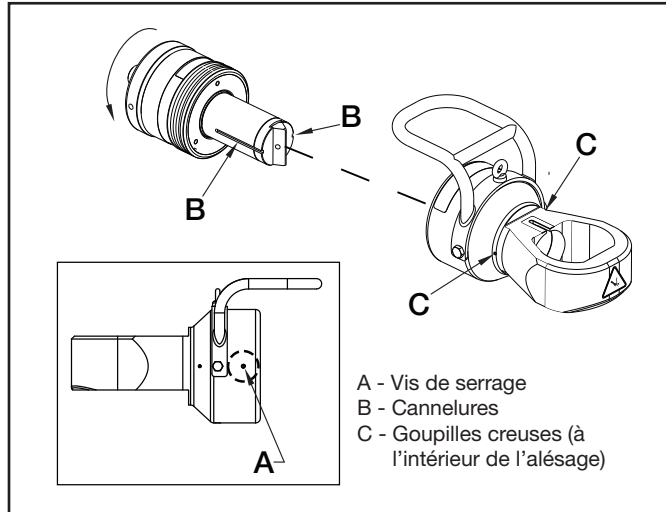

Figure 3, Montage du cylindre et de la tête de coupe
- Desserrer la vis de serrage en plastique (Figure 3, article A) située sur le baril de tête de coupe.
- Insérer le cylindre dans la tête, en alignant les entailles axiales dans le porte-lame (Figure 3, article B), les goupilles creuses
(Figure 3, article C) dans l'alésage de tête de coupe. Une fois qu'il est aligné, tourner le cylindre dans le sens indiqué pour engager les filets de la vis.
3. Si elle est serrée, desserrer la vis de serrage en plastique située sur le baril de tête de coupe. Voir Figure 3, article A.
3. Si elle est serrée, desserrer la vis de serrage en plastique située sur le baril de la tête de coupe. Voir Figure 3, article A.